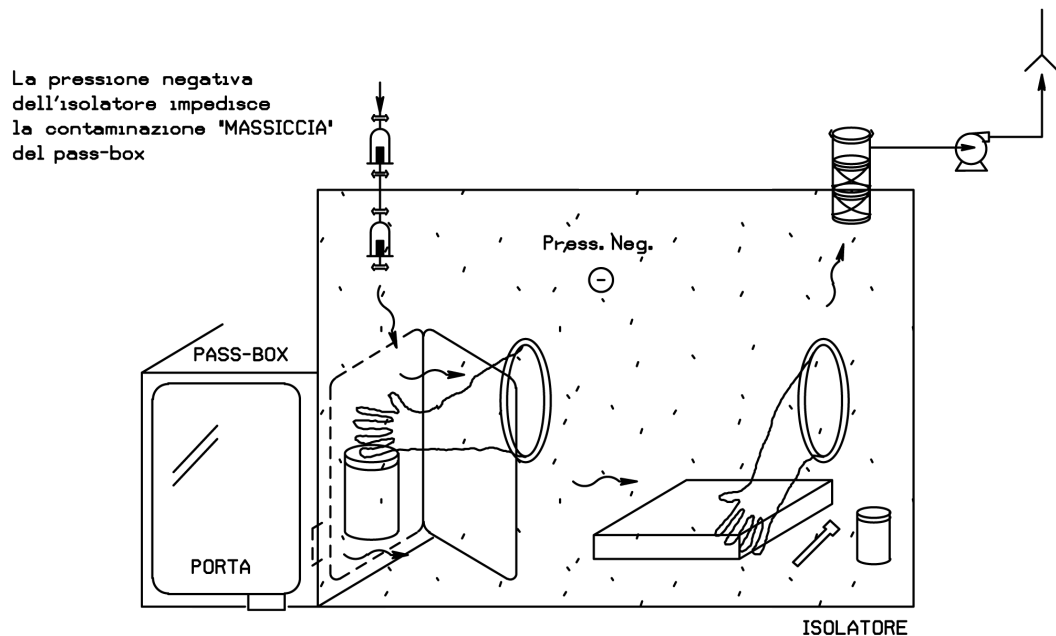

Fig. 11 Introduzione del materiale dal pass-box alla camera principale.
L'introduzione degli oggetti durante le fasi di lavoro avviene tramite le seguenti operazioni in successione: (1) apertura della porta esterna del pass-box e introduzione del materiale; (2) chiusura della porta, l'isolatore dovrebbe essere dotato di un interblocco che impedisca la contemporanea apertura accidentale della porta di comunicazione tra il pass-box e la camera principale; (3) passaggio del materiale da introdurre nella camera principale (fig. 11) (la pressione negativa presente all'interno della camera principale previene una contaminazione "massiccia" del pass-box). L'operatore nel prelevare il materiale potrebbe accidentalmente contaminare il pass-box.